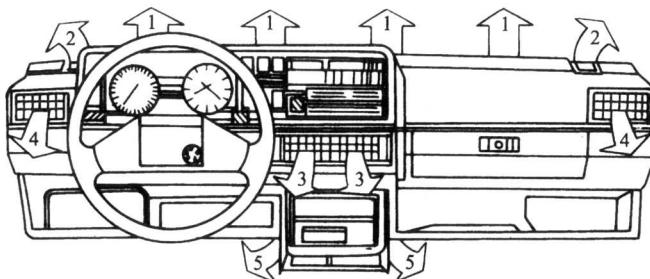

图 1—6 空调器出风口的布局
1. 空调器出风口的布局 空调器出风口布局如图 1—6 所示，分别设有除霜出风口、中央出风口及下部出风口。其中，中央出风口可由专门的旋钮开关加以控制，并可通过出风口内的栅格调节出风气流的方向。